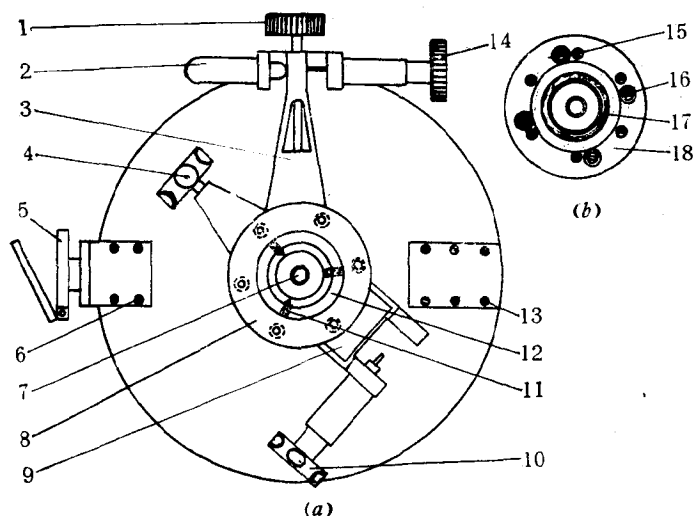
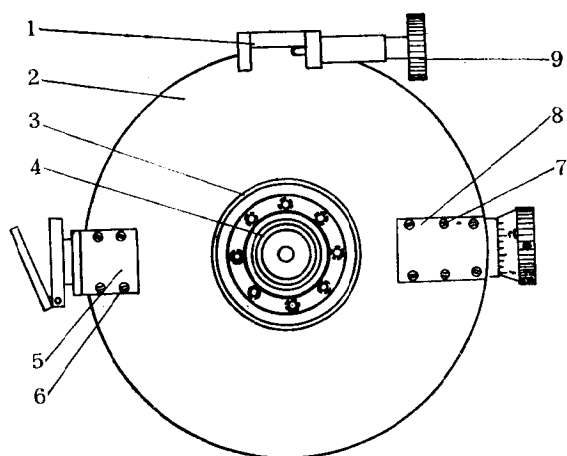
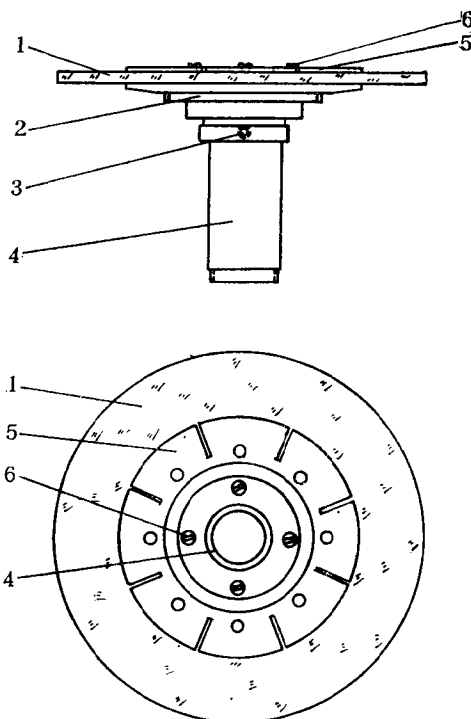

图 1-7 (a) 移去基座后的仪器底部结构图
图 1-8 取下照准部制微动架座后的结构图
图 1-9 水平度盘轴套结构图
1) 旋去竖轴轴底螺母的三个紧定螺钉(图1-7(a)之11), 将轴底螺母(图1-7(a)之12)旋下, 并取下竖轴外轴套(图1-7(a)之8), 此时就可以见到图1-7(b)所示情况。
2) 旋去照准部微动螺旋弹簧座(图1-7(a)之2), 旋去照准部轴的一个限位螺钉(图1-2(a)之25), 这个螺钉是装在照准部轴限位槽中的瓦片孔(图1-13之5)内。在安装时, 必须转动照准部, 从限位螺钉孔中正确地对准瓦片孔后装入, 如果上下不能对准, 可适当放松竖轴轴底螺母后, 上下移动水平度盘轴套解决之。再旋去照准部制微动架座的四个紧固螺钉(图1-7(b)之16), 将照准部制微动架座取下, 此时可以将照准部的制微动架(图1-7(a)之3)和制动片取出。图1-8所示系取下照准部制微动架座后的情况。
3) 要拆卸水平度盘制微动架(图1-7(a)之9), 则旋去其压圈的六个紧固螺钉(图1-7(b)之15), 将压圈(图1-7(b)之18)取下, 就可以将水平度盘制微动架和制动片取出。但需注意: 这制微动架的制动片比照准部制微动架的制动片小, 如果二者装错, 就会影响下盘的转动。
1) 要拆卸照准部的制微动架(图1-8之1), 则必须将安平水准器(图1-11之6)取下。其拆卸方法: 从安平水准器管左端轴孔中旋去其球形轴钮的张紧螺钉(图1-15之11), 并旋去右端水准器的一个校正螺母(图1-2(b)之58), 就可以将安平水准器(图1-2(b)之49)取下, 并取下两个球型垫圈(图1-16之8)。
此时就可以旋去照准部制微动架的四个紧固螺钉（图1-12 (a)之10），将照准部制微动架（图1-8之1）取下，在此架下面有一个度盘揩擦孔（图1-10之1）。但从此处揩擦并不方便，最好移去水平度盘副象照准棱镜座（图1-12 (a) 之5）后，从透光孔中进行。
2) 旋去水平度盘盒侧面的六个紧固螺钉（图1-2 (a) 之15），用刀片去掉接缝处的油灰，将度盘盒护盖（图1-8之2）轻轻撬出，就可以将水平度盘连同轴套向外拔出，并取下照准部轴限位槽内的一个铜瓦片（图1-13之4）。图1-9所示系取下的水平度盘轴套。图1-10系取下水平度盘轴套后的照准部轴底部结构图。